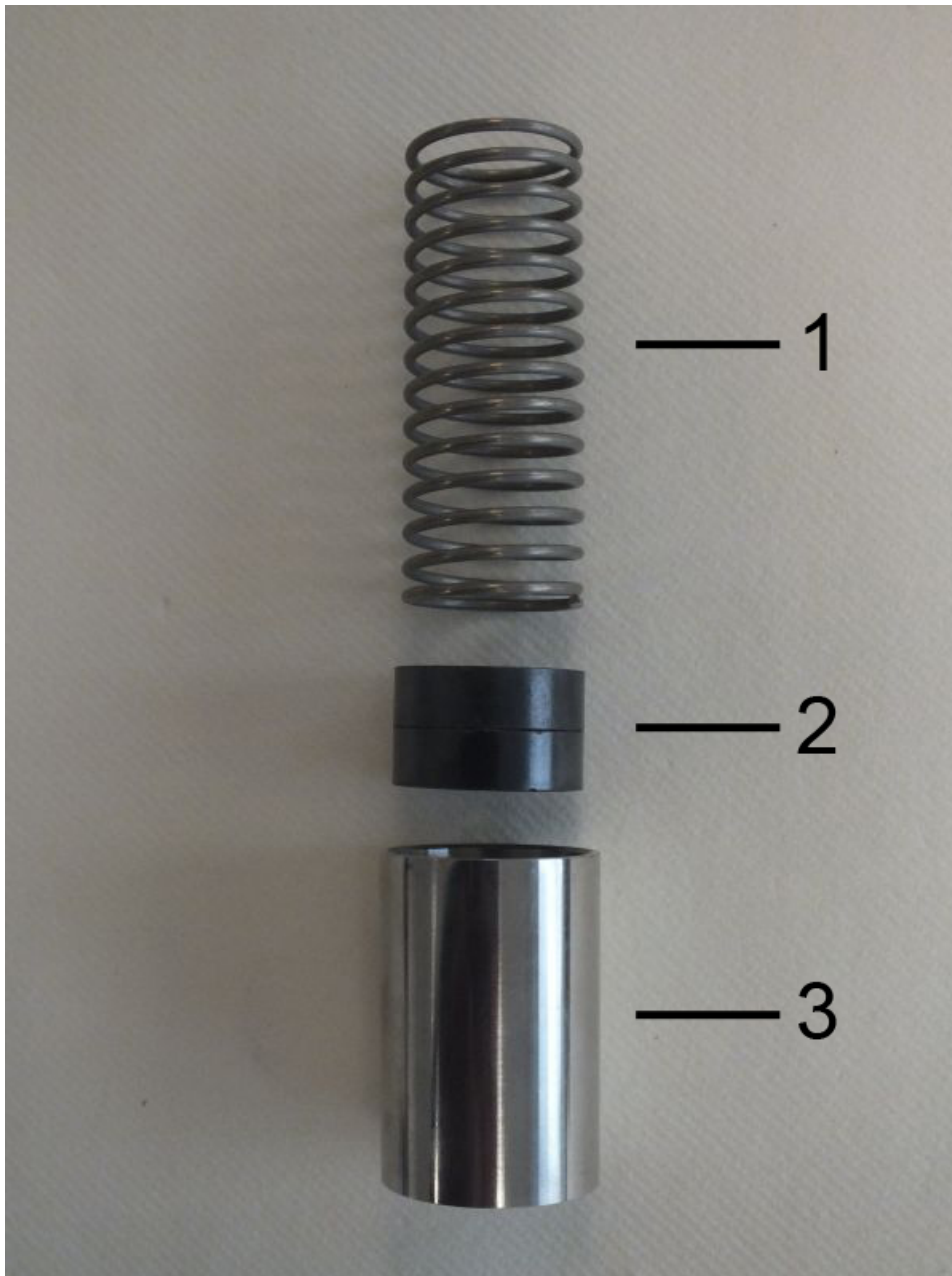

Abb. 66: Innenteile
8. ➤ Feder (Abb. 66/1) mit Magneten (Abb. 66/2) in den Schwebekörper (Abb. 66/3) einführen, dabei die Magnetpolung beachten (Nordpol in Richtung Geräteausgang)